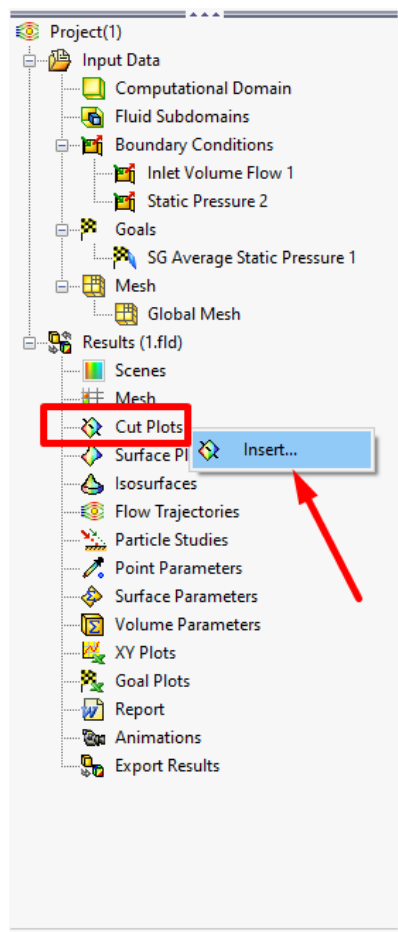

Рисунок 10.32 – Додавання січних епюр
1. У дереві **Flow Simulation Analysis** натисніть ПКМ на значку **Cut Plots** (Січні епюри) і виберіть **Insert** (Додати) (рис. 10.32).